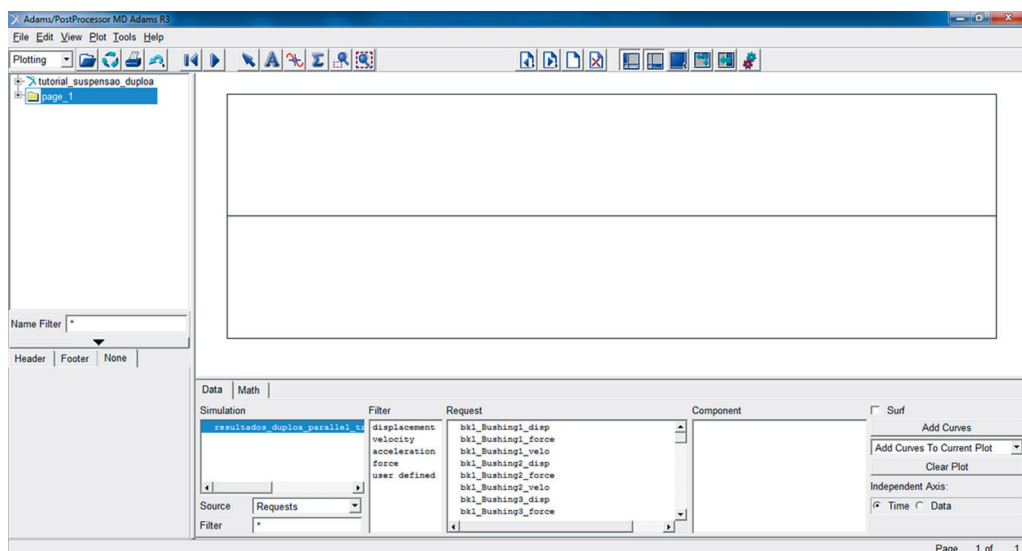

Figura 5.179 – Interface *PostProcessing*.
- Acesse o menu *Review* → *Postprocessing Window*. Caso deseje, o usuário poderá utilizar o atalho correspondente à tecla F8 do teclado. A Figura 5.179 ilustra a interface *PostProcessing*.